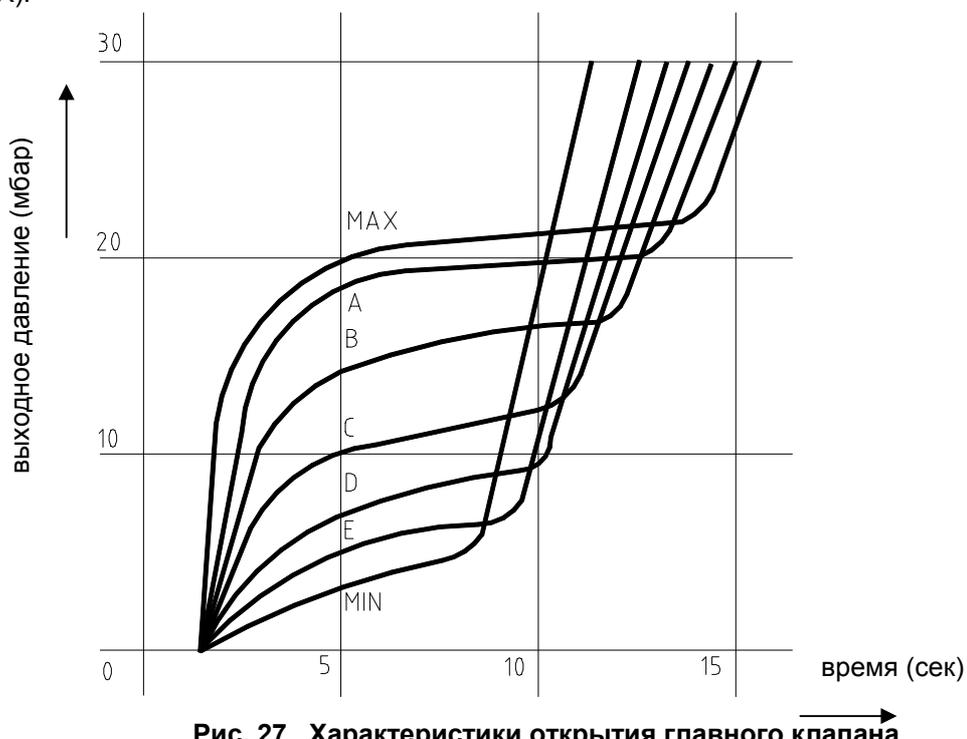

Рис. 27 Характеристики открытия главного клапана
В заводе клапан Honeywell VK 4100Q 2003 установлен на медленный набег (рис. 27 - кривая MIN). В случае необходимости изменить характеристики открывания можно провести наладку по следующим пунктам и рис. 27.
3. Если стрелка повернута против направления протекания газа набег самый медленный (рис. 27 – кривая MIN).
4. Если стрелка повернута в направлении протекания газа набег самый быстрый (рис. 27 - кривая MAX).